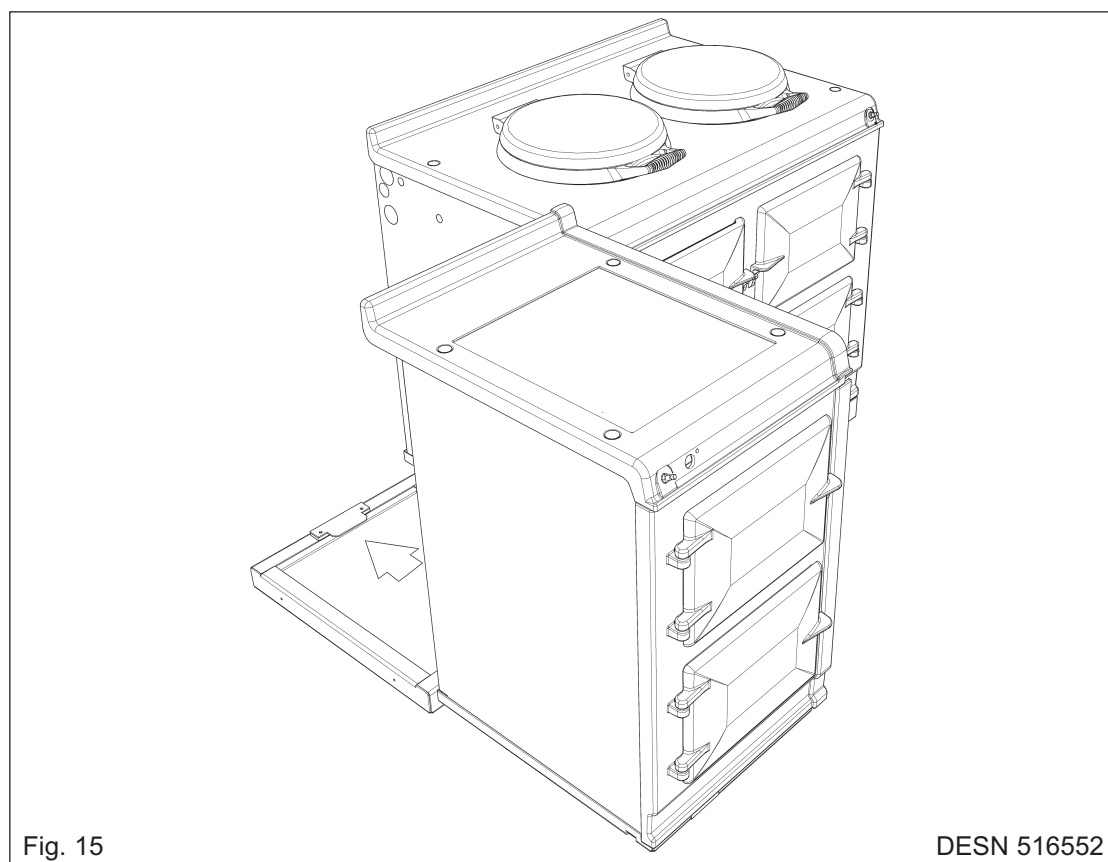

Fig. 15
6. Faire glisser le placard chaud sur le socle jusqu'à ce que la languette arrière soit entièrement entrée dans l'arrière de la fente du socle, (Voir Fig. 15). Vérifier que l'appareil est en angle droit avec le socle, puis placer la languette avant dans la fente sous la base du socle. Une fois sûr que la languette avant est entièrement entrée à sa place, la bloquer en serrant complètement les deux boulons M6. Vérifier que le câble électrique n'entre pas en contact avec le tuyau d'aération du four de l'AGA DC3.